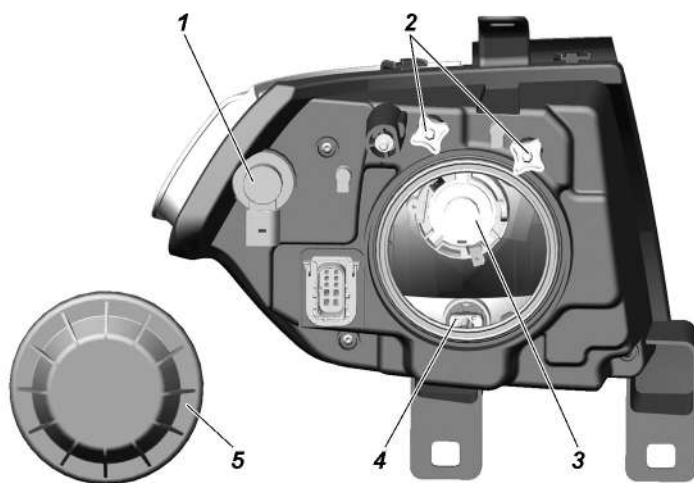

Рис. 9.31. Фара:
3. Включите ближний свет фар и, поочередно закрывая каждую фару, вращением регулировочных винтов 2 (рис. 9.31) добейтесь, чтобы светотеневая граница слева от точек E и E' совпадала с линией 1, а справа – с линиями 2 и 2' для левой и правой фар соответственно. Точки перелома светотеневой границы должны совпадать с точками E и E'.
Замена ламп фар. Для замены лампы указателей поворота снимите колодку с патрона 1 (рис. 9.31), поверните патрон по часовой стрелке (для правой фары) или против часовой стрелки (для левой фары) и выньте патрон в сборе с лампой.